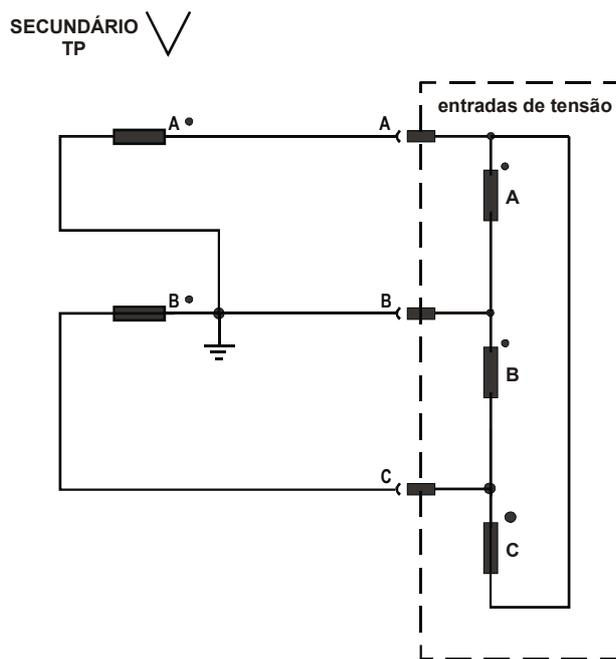

Figura 4 : Secundário do transformador de potencial (TP) fechado em delta aberto _V
- secundário do transformador de potencial (TP) fechado delta aberto - V (vide figura 4) .